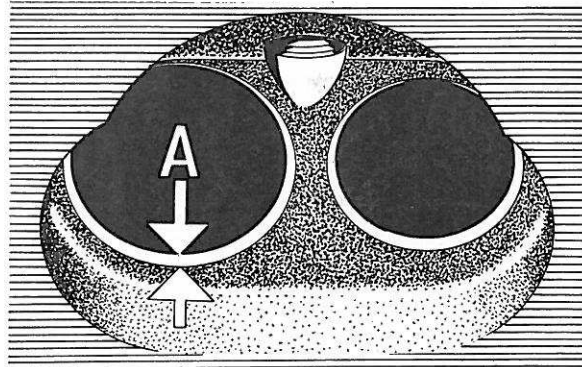

Figure 33. Largeur des sièges de soupapes
2. Roder les sièges de soupapes. Se servir pour ce travail d'une fraise à main ou d'une rectifieuse à commande électrique. Avant de procéder au travail, il faut fixer soigneusement la broche de guidage et les guides usés doivent être remplacés par des guides neufs. Les sièges doivent être rectifiés jusqu'à l'obtention d'une parfaite surface d'étanchéité. L'angle du siège doit être de 45° et la largeur de portée d'environ 2 mm, voir "A", figure 33. Si cette largeur devient trop grande après la rectification, on pourra la réduire de l'intérieur avec un disque abrasif de 70° et de l'extérieur avec un disque de 20°.